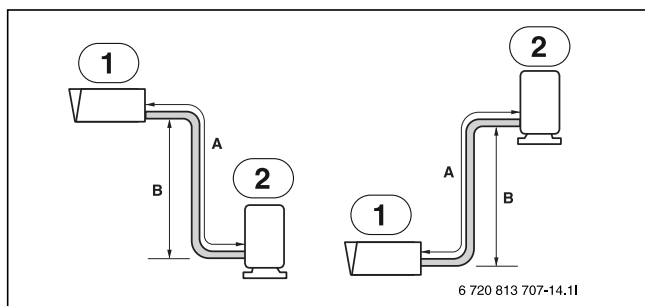

Bild 15
2. Bestämma rördragningsriktningen: nedåt se (→ Bild 15)